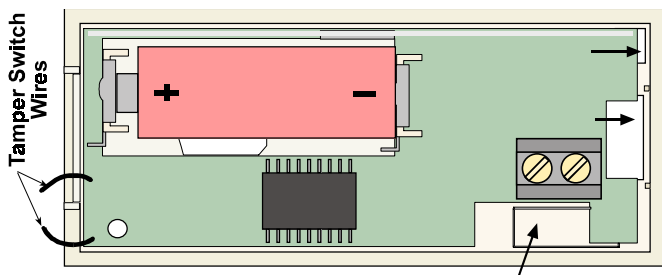

Figura 7 - Batería correctamente instalada
- Instale una batería de tipo recomendado (consulte la Sección 2.0). Asegúrese de respetar la polaridad. Vea la Figura 7.
- Para separar el Transmisor puntual de la base, desconecte cualquier cable externo, saque el tornillo de seguridad (si lo ha instalado), apriete la lengüeta de liberación (vea la Figura 7) con un destornillador pequeño y deslice el Transmisor puntual hacia afuera de la placa de montaje.